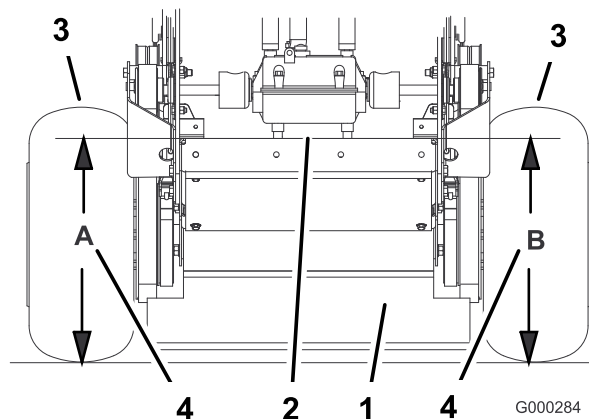

Figura 53
4. Mida la altura de la carcasa del motor en la posición **A** (Figura 53).
5. Mida la altura de la carcasa del motor en la posición **B** (Figura 53).